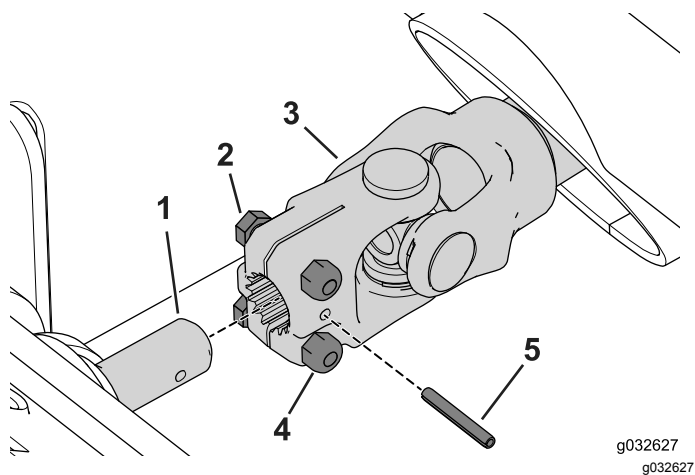

Figura 79
2. Alinee los taladros de los pasadores cilíndricos y coloque la horquilla de la TDF sobre el árbol de la TDF en el bastidor de invierno (Figura 79).
3. Instale el pasador cilíndrico (Figura 79).